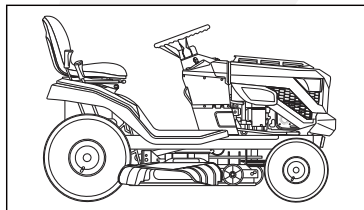

Fig. 11
- Coloque la unidad en una superficie nivelada como se muestra en la Fig. 11.